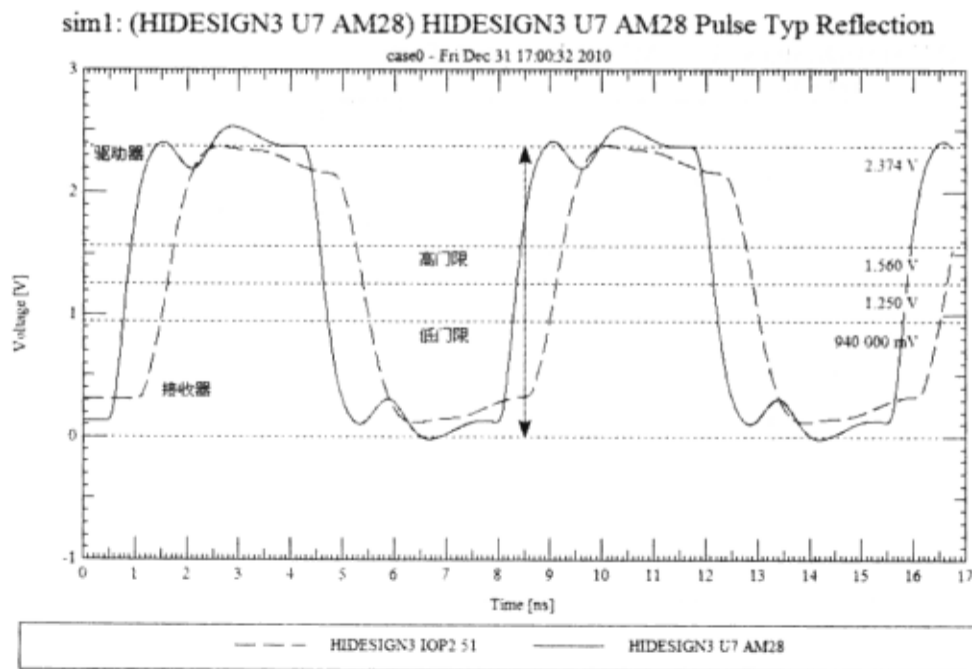
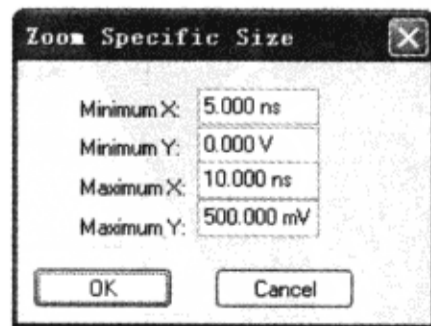

图 3-8-60 测量过冲
图 3-8-61 “Zoom Specific Size”窗口
(1) 测量 Overshoot High 值: 对于上升波形的过冲参考电压是 0V。OvershootHigh 是波形中的最大值。
① 选择“SigWave”窗口左侧列表框的“Diff Horizontal Marker”→单击鼠标右键→从弹出菜单中选择“Location”→弹出“Edit Location”对话框。
② “Y Secondary”栏输入“0V”→单击“OK”按钮。这个标志可能隐藏，是因为 X 轴是 0V，标志被 X 轴覆盖。
③ 单击并按住鼠标左键→从另一条“Differential Horizontal Marker”线滑动到接收器波形到达正峰值电压的上面，如图 3-8-60 所示。
(2) 测量“Overshoot Low”值: 这个接收器的波形没有值在 0V 下面。波形降至最低点开始上升到达 0V。不管波形的最低点在哪里，波形降到最低点的值被定义为“OvershootLow”。报告中为“OvershootLow”是下降波形的最大峰值。
① 从“SigWave”菜单中执行菜单命令“Zoom”→“Specific Size”，弹出“Zoom Specific Size”窗口，具体设置如图 3-8-61 所示→单击“OK”按钮，关闭该窗口。